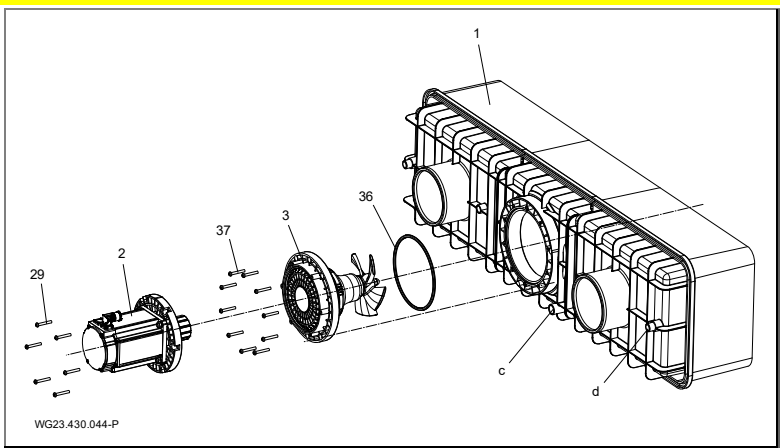

Fig. 16
1. Sgrassare il bocchettone di raccordo (d, (Fig. 16)) dell'alloggiamento in plastica (1) e la presa di collegamento della guaina di protezione cavi (12) con un detergente PVC-U/ABS.